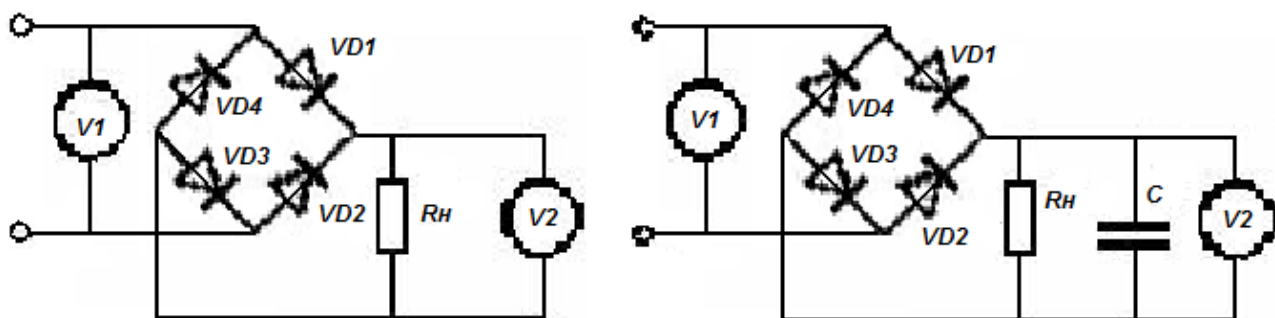

Рис. 5. Схема для исследования двухполупериодного выпрямителя
6. Собрать схему двухполупериодного выпрямителя без фильтра в соответствии с рис. 5.а. Для питания схемы используется напряжение $6 \div 10\text{В}$.
9. Собрать схему двухполупериодного выпрямителя с фильтром, подключив параллельно нагрузке конденсатор C , в соответствии с рис. 5.б.